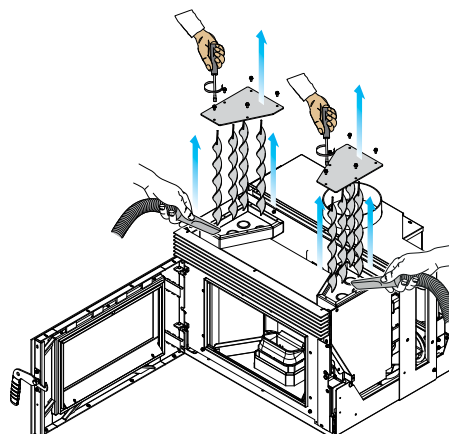

Abb. 7.16
- D) Retirar las tapas superiores de la cámara de combustión y aspirar residuos de ceniza (Fig. 7.16).